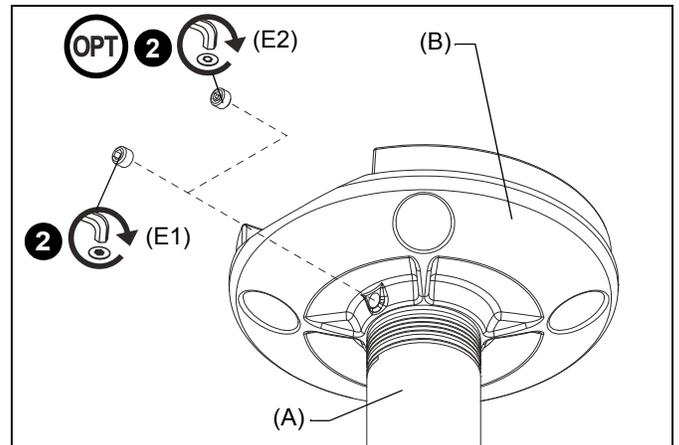

Figura 7
1. Coloque el tubo fijo (A) de 3" en el cuello roscado de la placa para cielo raso (B) hasta que ajuste, de manera que coincidan al menos cuatro roscas. (Consulte Figura 7)
2. Asegure la columna de extensión con uno de los siguientes procedimientos: (Consulte Figura 7)
- Enrosque un tornillo de fijación (E1) de 5/16" x 1/4" en el orificio roscado de la placa para cielo raso (B) y ajústelo firmemente contra la columna.
- **OPCIONAL:** Con una llave hexagonal de 5/32", enrosque un tornillo de fijación de seguridad (E2) de 5/16" x 1/4" en el orificio roscado de la placa para cielo raso (B), y ajústelo firmemente contra la columna.